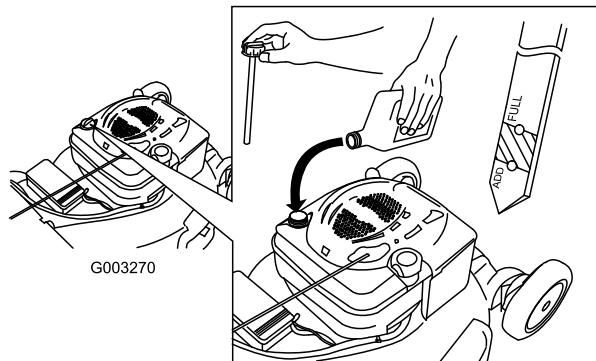

Figura 32
4. Vierta **lentamente** aceite en el tubo de llenado hasta que el nivel llegue a la marca Full de la varilla (Figura 32). **No llene demasiado.** (Capacidad máxima: 0,59 l, tipo: SAE 30W, aceite detergente con clasificación de servicio API SF, SG, SH, SJ, SL o superior.)